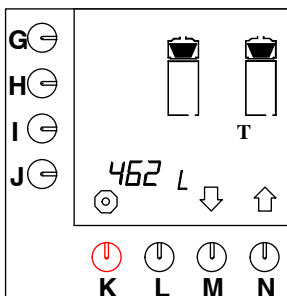

Fig. 19 Tellefunksjon totalt for kaffetraktesystemet
- Totaltelleren vises på displayet. Den totale kaffemengde, som er produsert i løpet av maskinens levetid, kan avleses fra displayet (fig. 19).